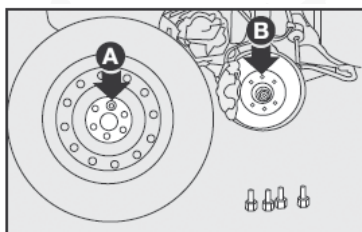

fig. 18
6) Monte la rueda de refacción, de manera que los tornillos B coincidan con los orificios A-fig. 18.